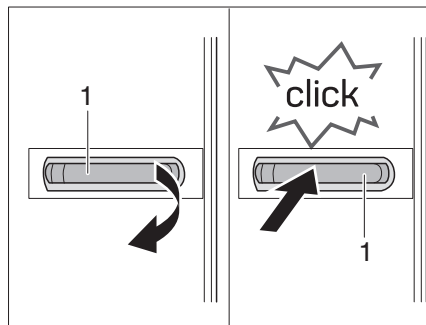

Fig. 116 Apertura/chiusura della porta del frigorifero
- Tirare la maniglia della porta (Fig. 116/1). La porta del frigorifero si apre.
- Chiudere la porta del frigorifero spingendo per la maniglia (Fig. 116/1). La porta del frigorifero si innesta nella serratura con uno scatto. La porta è chiusa correttamente se viene emesso un clic chiaramente percepibile.